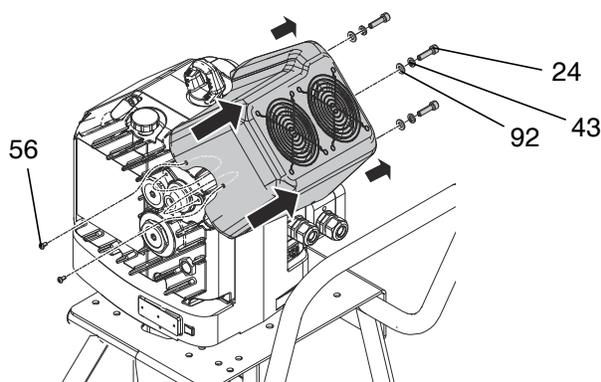

FIG. 14 Extracción del conjunto del ventilador
3. Instale un nuevo conjunto de ventilador. Para montar de nuevo el conjunto del ventilador, ponga la tapa en las ranuras de las pestañas situadas en el lado de la caja de conexiones y presione suavemente el extremo (consulte FIG. 14 en la página 18).